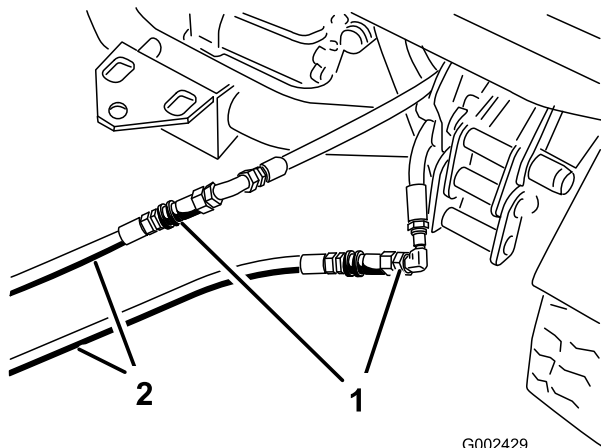

Figura 76
3. No veículo parado, ligue as duas mangueiras de ligação às mangueiras que foram desligadas (Figura 76). Tape as juntas desnecessárias.